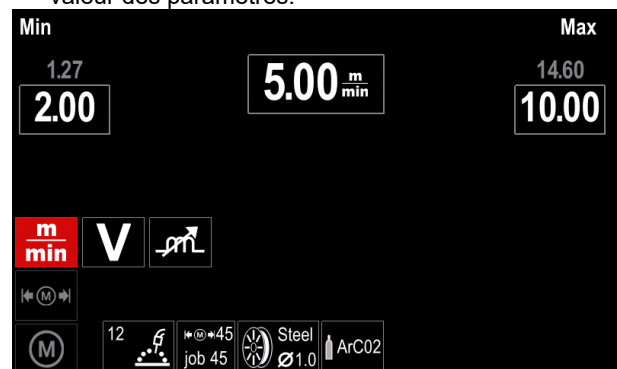

Figure 37.
- Figure 37. illustre l'effet de la modification de la valeur des paramètres.